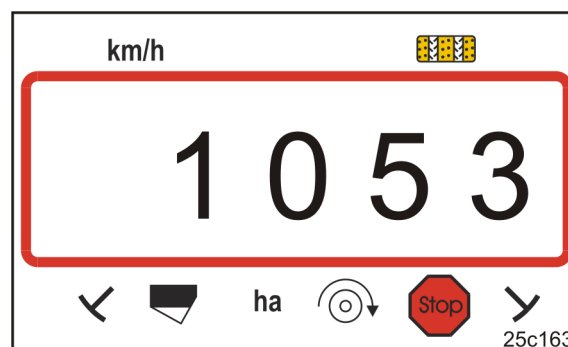

Рис. 21
- Индикация: сохраненное калибровочное значение (имп./100 м), например, 1053 (Рис. 21).